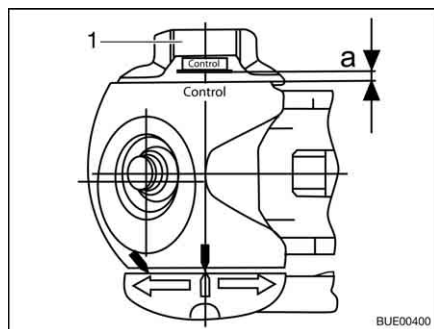

Fig. 102 Controllo usura
- Ruotare completamente la manovella (Fig. 102,1) finché non si sente la limitazione delle coppia grattare in modo percepibile. Direzione di rotazione: In senso orario.
- Distanza  $a > 0$  (Fig. 102): Usura all'interno del settore ammesso.